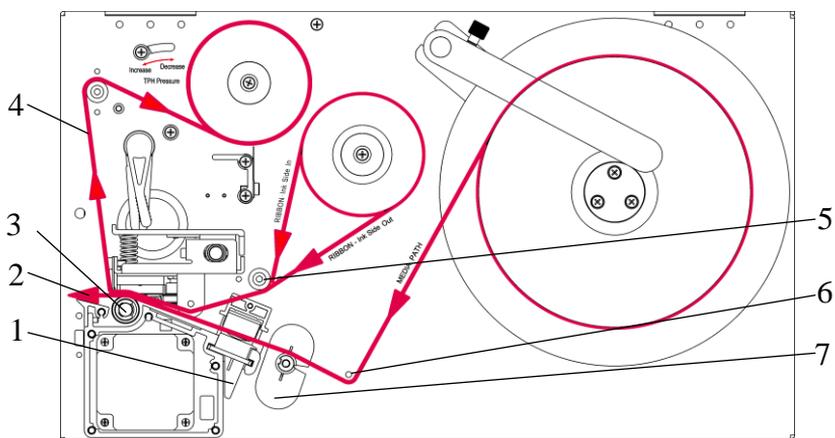

图 5
4. 如图 5 所示，根据碳带油墨面是内碳 (Ink side: in) 还是外碳 (Ink side: out)，将碳带卷套入碳带供应轴，紧靠左端；
6. 按照图 5 所示路径将碳带从碳带导向轴下方穿过打印头模组；
4. 按照图 5 所示路径将标签从纸张导向杆下方及纸张探测器中间穿过打印头模组；